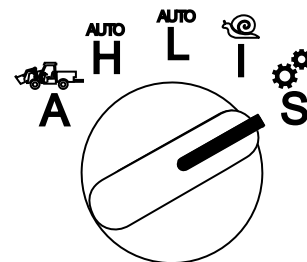

図 18
1. 運転モードセレクタを **S** 位置にする 図 18。